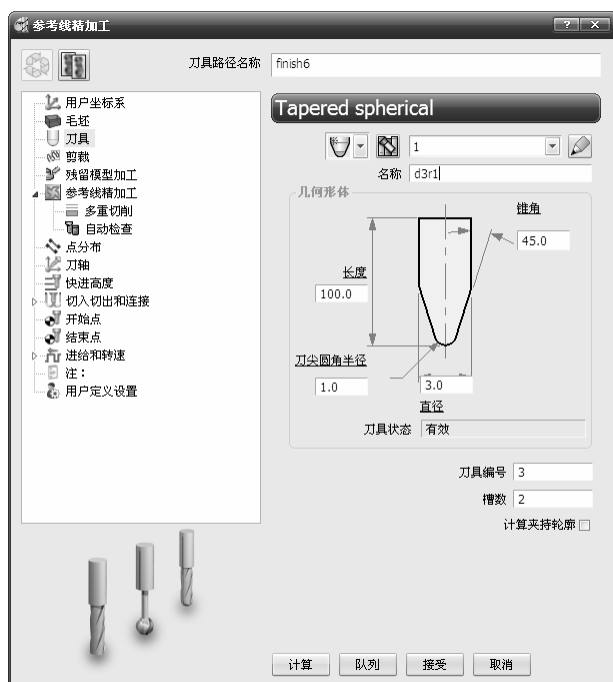

图 4-121 “参考线精加工”对话框
2) 单击“接受”按钮, 弹出“参考线精加工”对话框, 如图 4-121 所示。
- 创建刀具 d3r1。单击左侧列表框中的“刀具”选项，在右侧选项卡中选择“锥度球铣刀”，设置“直径”为 3.0，其他参数如图 4-121 所示。